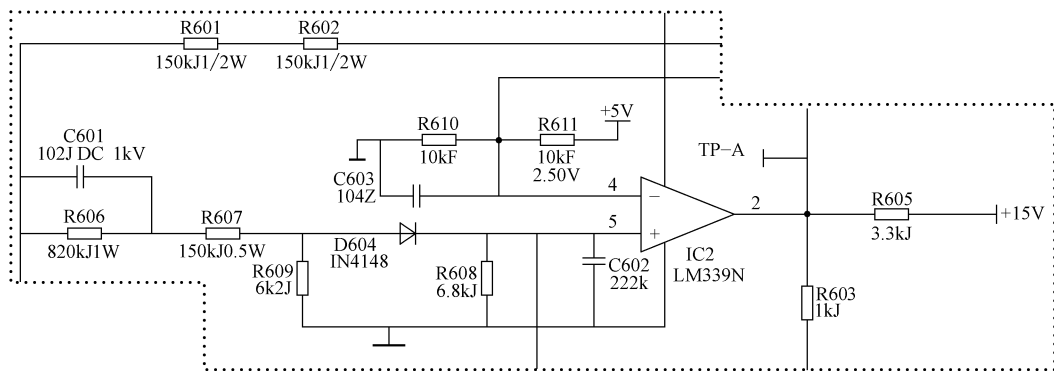

图 4-47 海尔品牌 CH2004 型电磁炉浪涌保护电路截图
**维修笔记** 海尔品牌 CH2004 型电磁炉浪涌保护电路截图如图 4-47 所示。